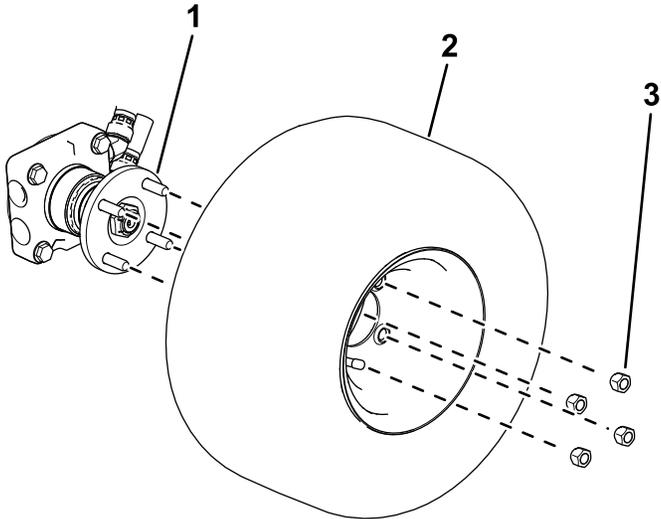

图 4
- **4 轮驱动器**用 4 个车轮螺母将车轮固定到轮毂上 图 4。